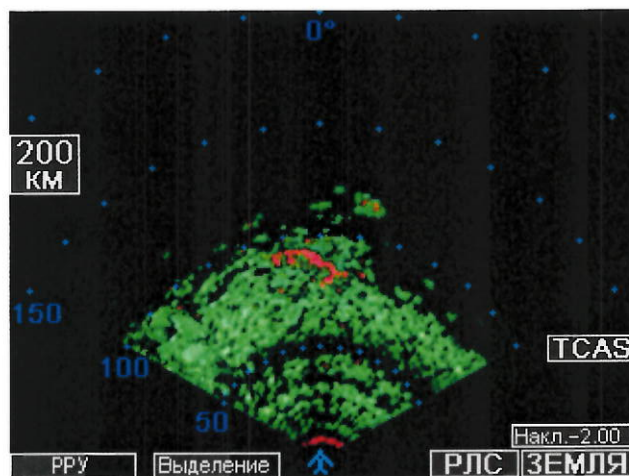

Рисунок 8 - Изображения сигналов на экране индикатора СЭИ в режиме ЗЕМЛЯ
3.1.5.1 Режим ЗЕМЛЯ предназначен для навигационного ориентирования по характерным наземным объектам. В этом режиме изделие обеспечивает получение на экране СЭИ радиолокационного изображения земной поверхности (рис.8). Отражённые сигналы, приходящие от различных участков земной поверхности и наземных сооружений, отображаются на экране различными цветами: